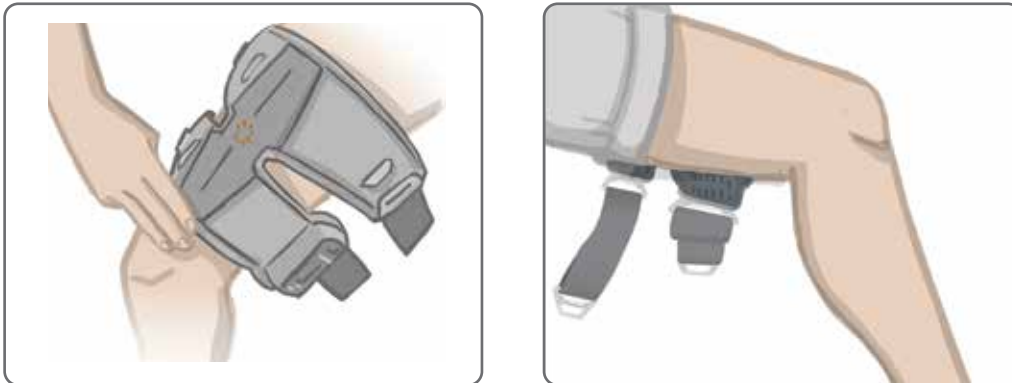

Bild 8-17: Korrekt position för lårmanschettens lokaliserare
- Placera lokaliseraren för lårmanschetten (en taktil fingermarkering) på lårets mittlinje, cirka tre fingerbredder ovanför knäskålen om quadriceps stimuleras eller från knävecket om hamstringsmusklerna stimuleras. Se bild 8-17.